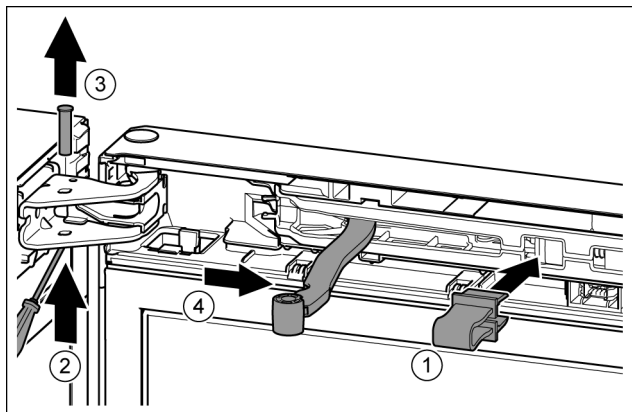

Fig. 10
- Zabezpieczenie zazębić w otworze. Fig. 10 (1)
- Sworznie wysunąć przy pomocy śrubokręta. Fig. 10 (2)
- Sworznie wyjąć w górę. Fig. 10 (3)
- Przegub obrócić w kierunku drzwi. Fig. 10 (4)